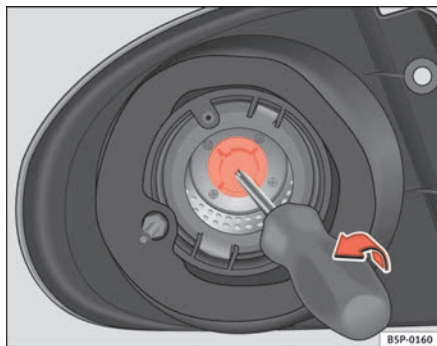

Fig. 193 Luz intermitente
- Saque el portalámparas del intermitente con ayuda de un destornillador en el sentido de la flecha (ver ⇒ fig. 193)